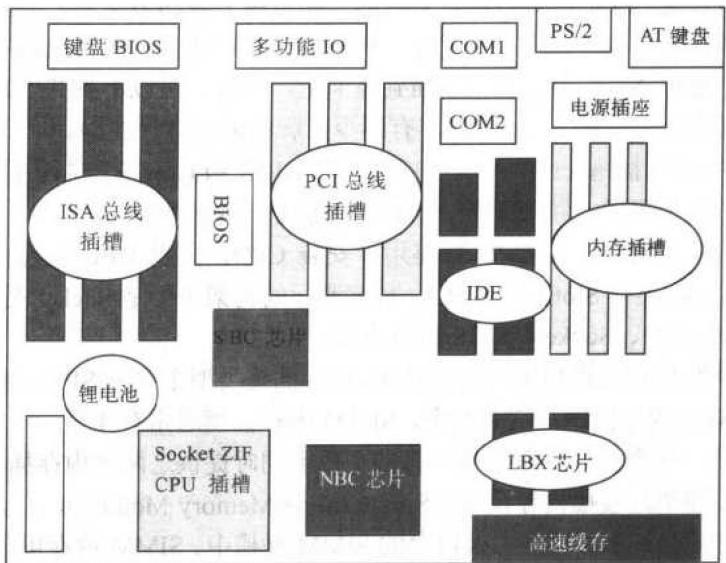

图 1.4 AT 主板结构示意图
① AT 结构。AT 主板最初应用于 IBM PC/AT 机上，并且因此而得名，AT 主板使用 AT 电源，目前只有极少数低价主板采用这种结构。AT 主板结构示意图参见图 1.4。